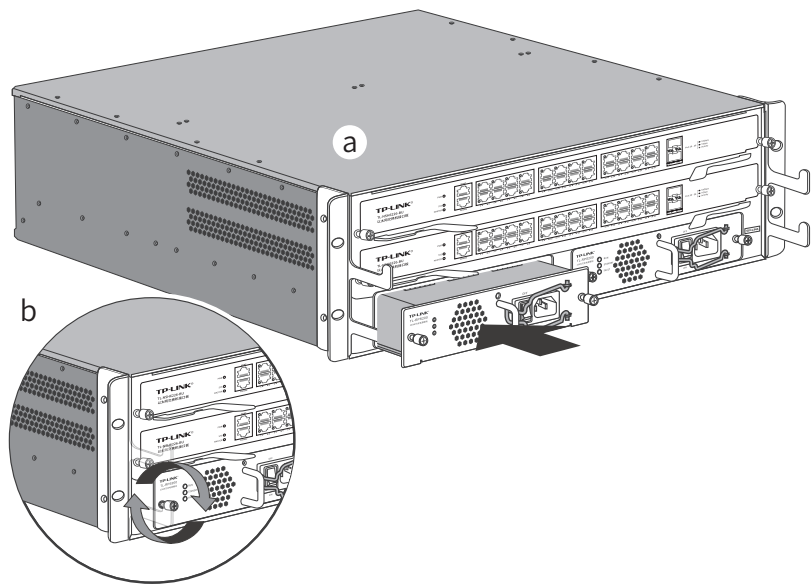

图4-4 安装电源模块示意图
5. 将备用的电源模块插入交换机中，将电源模块沿插槽的导轨将电源模块水平推入，直至电源模块的面板贴紧设备。拧紧电源模块两侧的松不脱螺钉。如图4-4所示。